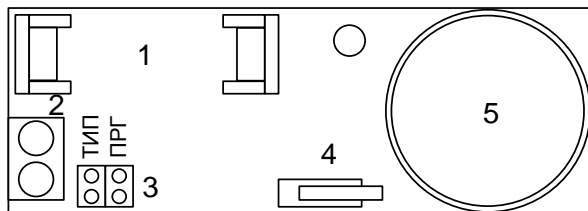

Рисунок 8
5.3. Органы управления и индикации, используемые как при конфигурировании извещателя, так и при работе извещателя в тестовом или дежурном режиме, размещены на печатной плате устройства и доступны, исходя из функционального назначения, как с лицевой, так и с задней сторон извещателя (см. Рисунок 8).